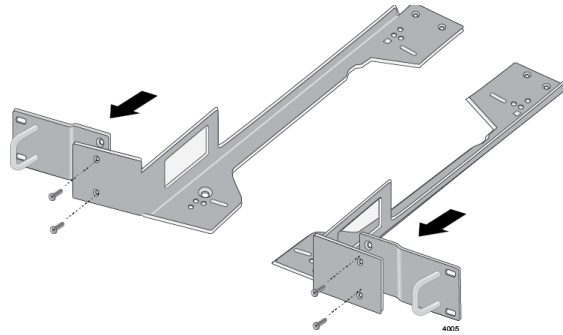

Рисунок 22. Крепление кронштейнов к пластинам
4. Прикрепите короткие кронштейны с рукоятками к длинным кронштейнам при помощи винтов М4х6мм и крестовой отвертки, как это показано на рис. 22.